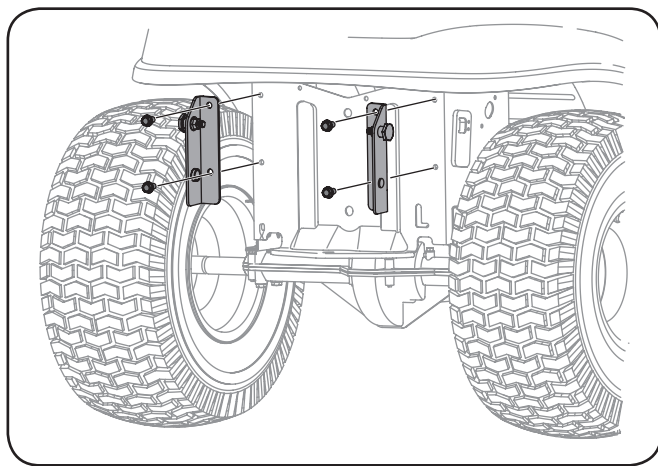

Figura 4-2
2. Monte las ménsulas de soporte del tractor serie 700 a su tractor con cuatro tornillos hexagonales autorroscantes incluidos en el kit. Consulte la Figura 4-2.